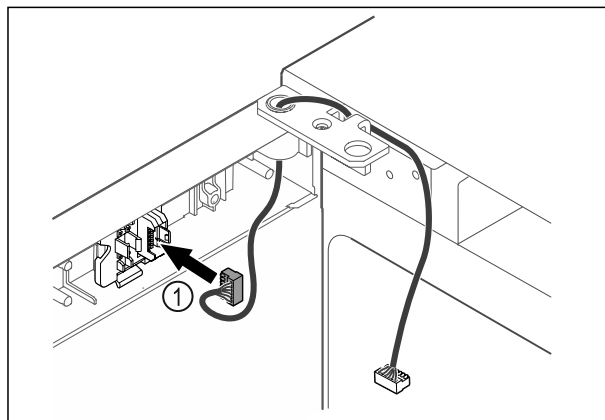

Fig. 46
- Wtyczkę Fig. 46 (1) należy włożyć w uchwyt wtyczki.